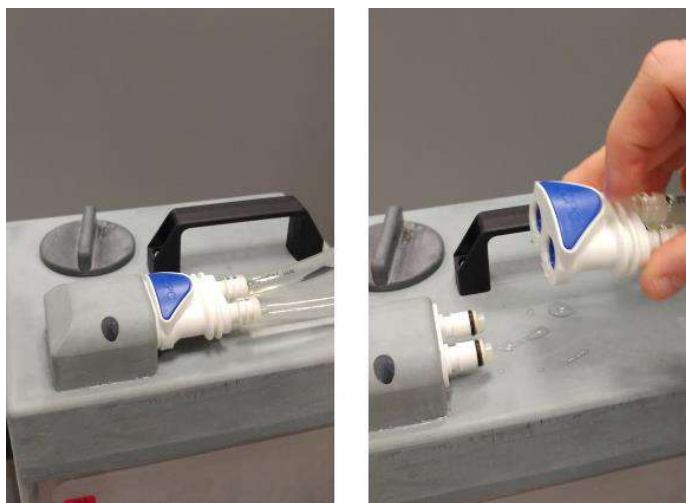

Figura 12-3
- Paso 5. Desconecte las tuberías, consulte la **Figura 12-3**.
Paso 11. Asegúrese de que la manguera del circuito de agua esté conectada a la unidad frontal. Véase **Figura 12-3**.